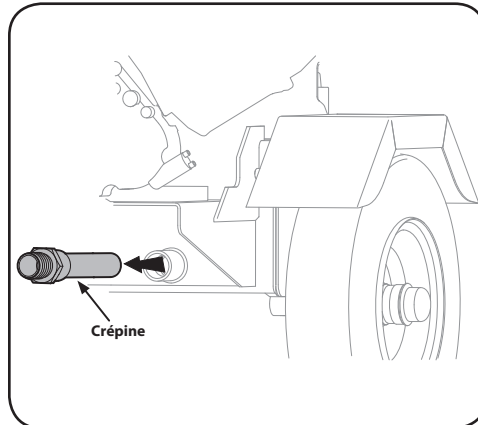

Figure 5-3
5. Dévissez soigneusement la crépine et nettoyez-la avec de l'huile pénétrante. Voir Figure 5-3.